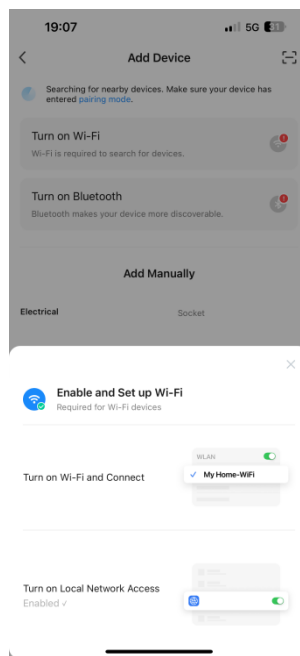

Abb.3
3.3. Tippen Sie auf WLAN einschalten oder Bluetooth einschalten, um WLAN oder Bluetooth wie angewiesen zu aktivieren. (Abb. 3), 4)